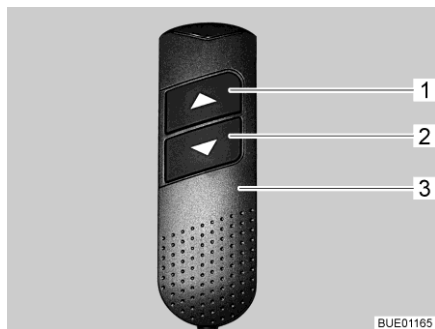

Bild 114 Fjärrkontroll
- Ta fjärrkontrollen (Bild 114,3) tryck på knappen "▼" (Bild 114,2) och håll den intryckt. Fotänden skjuts in. Huvudänden höjs.
- Ta fjärrkontrollen (Bild 114,3), tryck på knappen "▲" (Bild 114,1) och håll den intryckt. Fotänden körs ut. Huvudänden sänks.
- Ta fjärrkontrollen (Bild 114,3) tryck på knapparna "▼" (Bild 114,2) eller "▲" (Bild 114,1) tills önskat läge har nåtts. Huvudänden stannar i önskat läge.